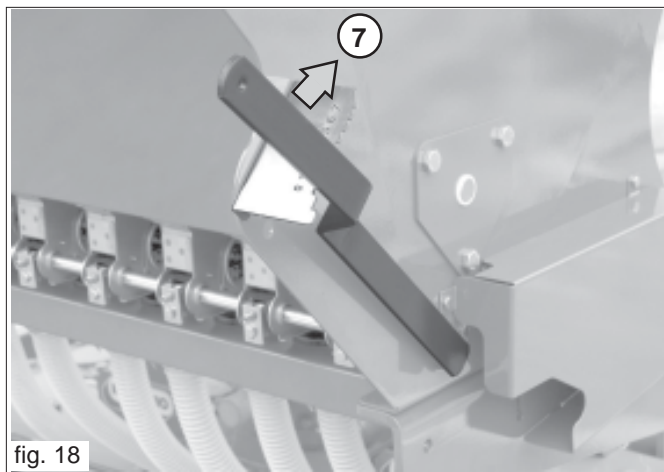

fig. 18
- Per grandi quantità è consigliabile utilizzare la manovella sulla trasmissione per ruotare l'asse agitatore, controllando così la quantità in scarico; per le piccole quantità da scaricare, spostare la leva dei tastatori oltre la posizione 7 (Fig. 18).